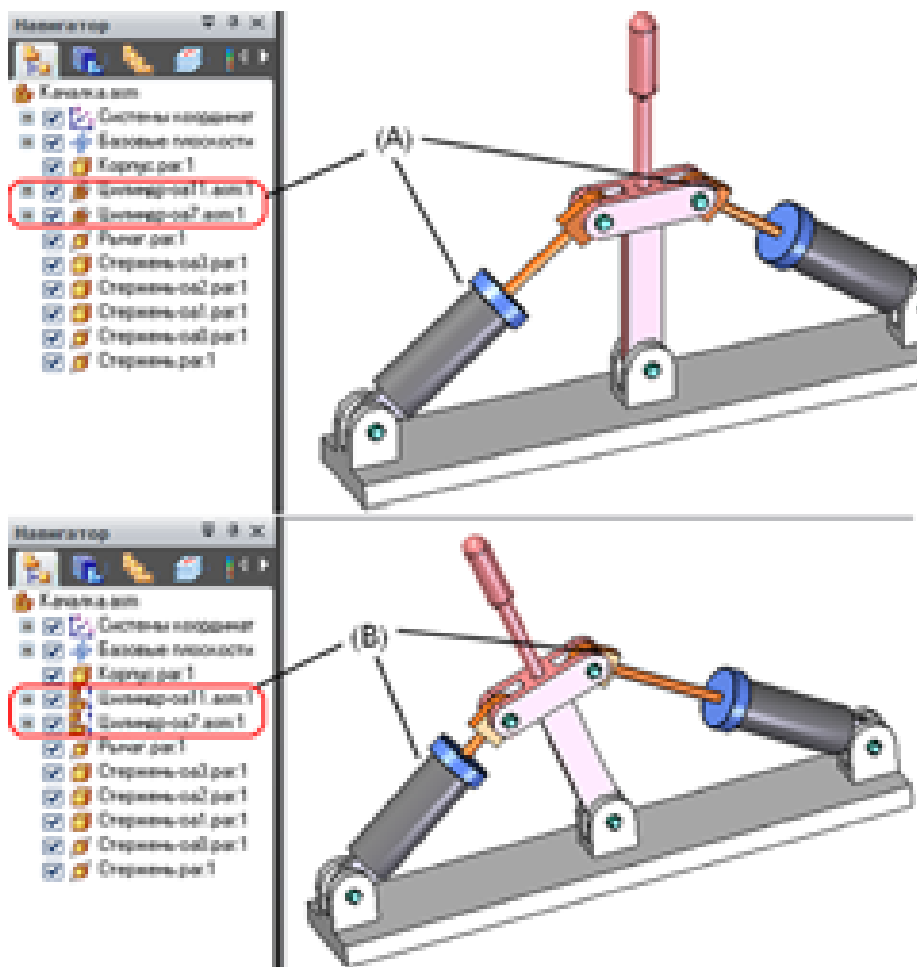

Рисунок 15. Режим динамических подборок дает возможность управлять их внутренними связями, находясь на уровне главной сборки
Функционал динамических сборок дает возможность конструктору более гибко работать со сложными сборками различных механизмов, где важно в процессе проектирования в любой момент времени оценить кинематику этого механизма. Конструктор создает правильную структуру сборки механизма с точки зрения технологии ее изготовления, при этом, не нарушая возможности посмотреть в динамике, как он работает. Рисунок 15 показывает пример простейшей сборки «Качалка», где применен механизм динамических сборок. Здесь под сборки цилиндров являются динамическими, что дает возможность управлять их сборочными связями в сборке верхнего уровня. В обычном режиме, т.е. когда под сборки «статические» (A), их внутренние связи недоступны для управления, что затрудняет кинематический анализ всей сборки с учетом ее состава. В динамическом режиме (B), конструктор имеет возможность управлять внутренними связями под сборки в сборке верхнего уровня «Качалка». При этом существующие внутренние связи в подсборках цилиндров временно отключаются, и конструктор определяет